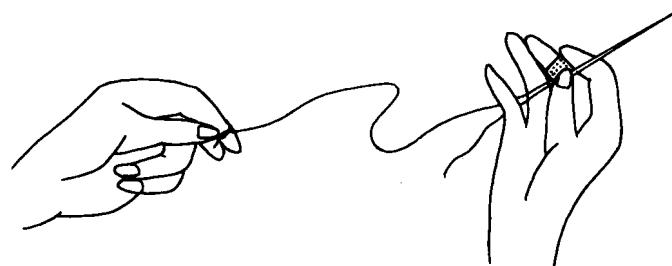

图 1-3
- 中指和拇指捏住线圈，食指趁势退出线圈，接着把线圈向线头处捋下，收紧线圈，即成起针结。见图 1-3。